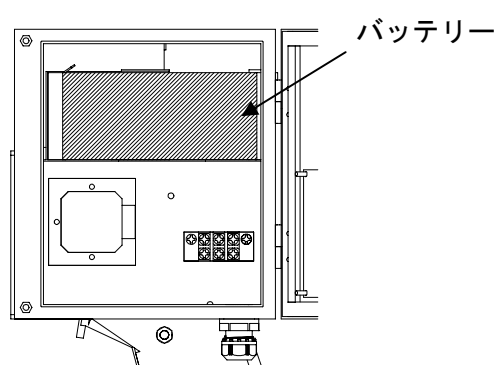

図10
- ⑥図10のように制御ボックスの中にバッテリーを入れます。
- ⑦制御ボックスカバーを閉じて、ビス2本で固定します。